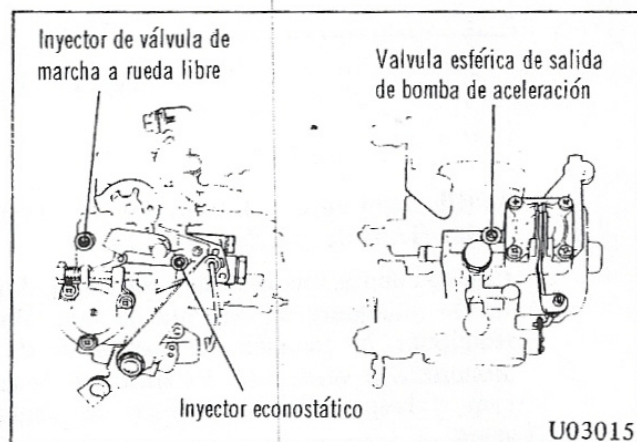

Fig. 15 Desmontaje del inyector econostático
5. Desmontar el inyector econostático, el inyector de válvula de marcha a rueda libre y la válvula esférica de salida de bomba de aceleración. (Fig. 15)